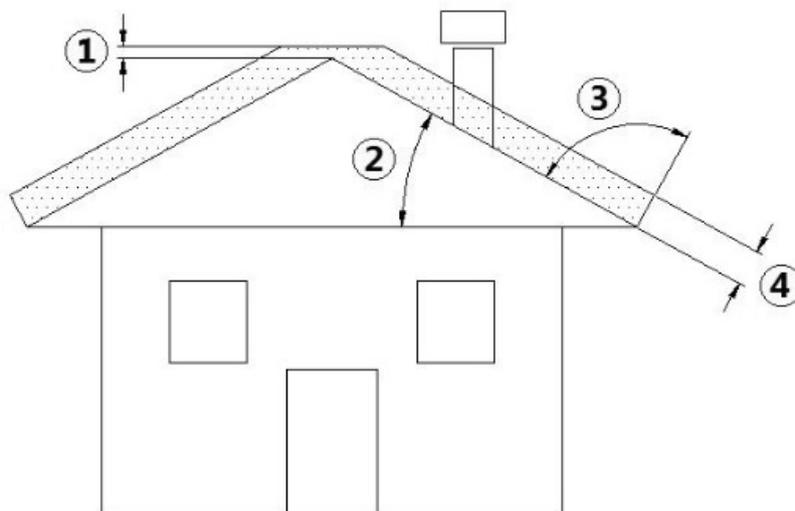

Fig. 3 - Nagnjena streha
LEGENDA	Fig. 3
- Višina izpusta v zrak mora biti izven območja vračanja, ki nastane zaradi konformacije strehe ali ovir, ki se nahajajo v bližini (glejte **Fig. 3**).